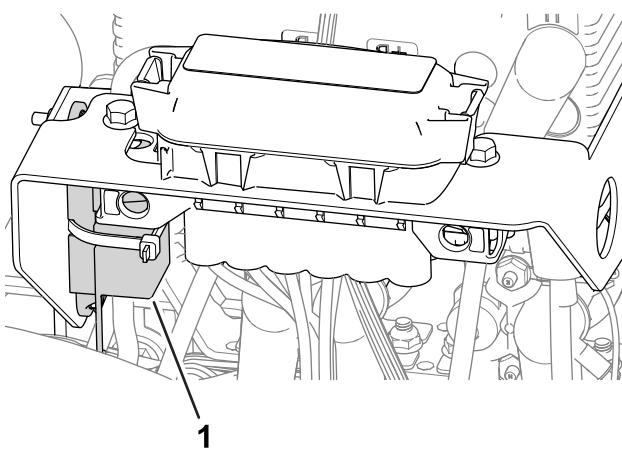

Figura 54
- El fusible del motor de rueda izquierdo (60 A) está situado debajo de la cubierta del lado izquierdo de la máquina, cerca de los fusibles del circuito de transmisión del molinete (Figura 54).